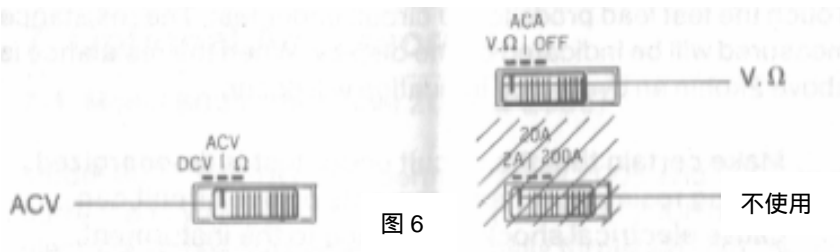

图 6
(3) 测量时使测试探棒碰触电路, 显示屏显示直流电压值, 当获得一个负读数时, 若得到负 (-) 读数, 电路中存在负极电压, 如图 6 所示红色测量导线接触电路。
(1) 设置功能开关, 如图 6 所示